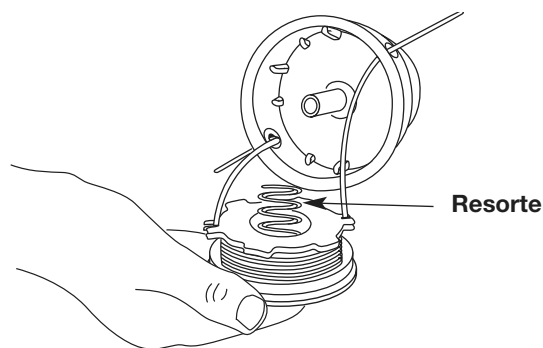

Fig. 22
13. Inserte los extremos de la línea a través de los ojalillos de la bobina exterior y coloque el carrete interior con el resorte dentro de la bobina exterior (Fig. 22). Empuje el carrete interior y la bobina exterior entre sí. Mientras sostiene el carrete interior y la bobina exterior, tome los extremos y tire con firmeza para soltar la línea de las ranuras de fijación de la bobina.
5. Inserte los extremos de la línea a través de los ojalillos de la bobina exterior (Fig. 22).